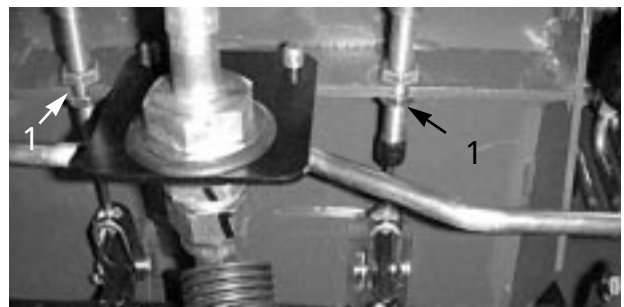

図 50
- A. ブレーキ・ケーブル（図50）の端にある前ナットをゆるめる。